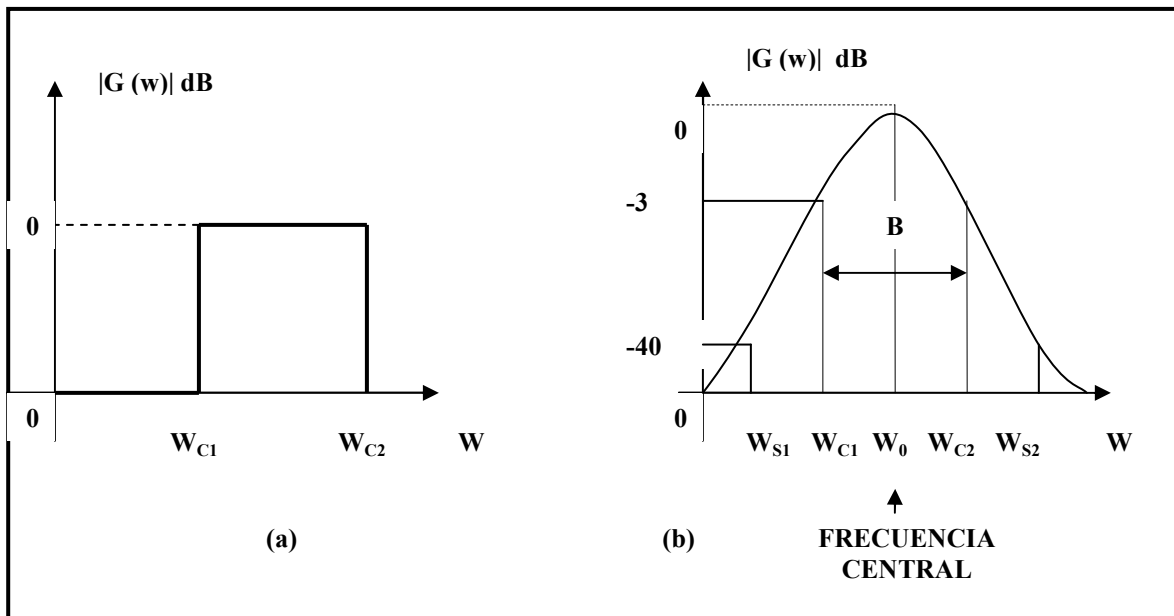

FIGURA 1.1.13 Filtro paso banda. (a) Gráfica ideal; (b) Gráfica real.
- **Paso banda:** Solo pasa un rango de frecuencias establecido por una frecuencia de corte superior y una inferior ($W_{C1} \leq B \leq W_{C2}$). La figura 1.1.13 muestra su gráfica: